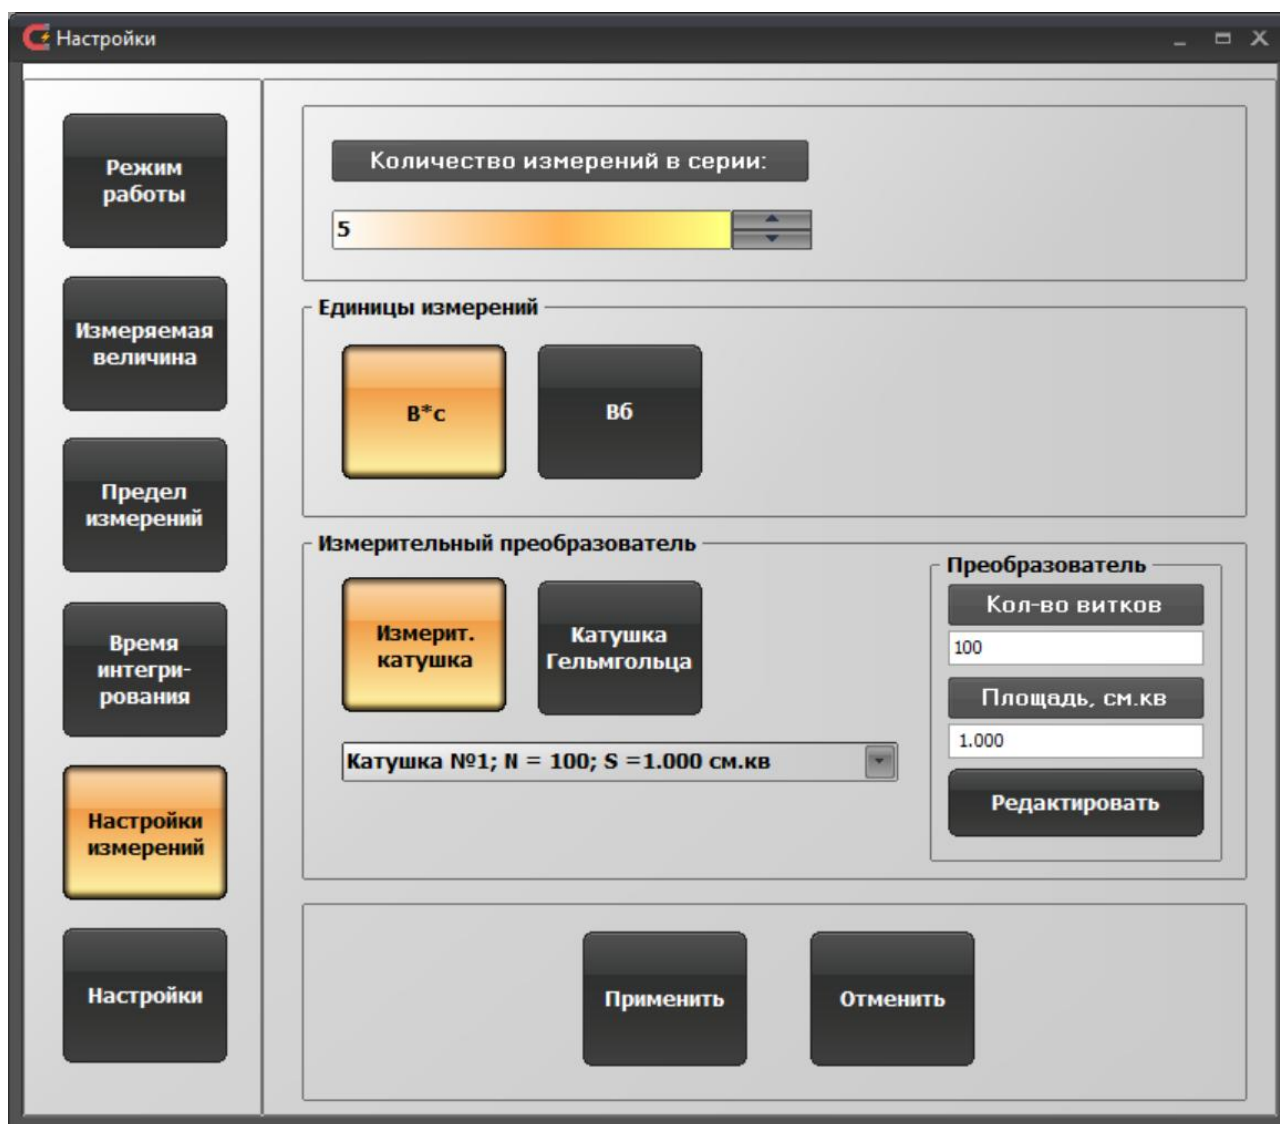

Рисунок 10. Окно настроек программы управления ТПУ-2В в режиме «Веберметр». Группа параметров «Настройки измерений»
5) «Настройки измерений» (рисунок 10). Содержит следующие настройки и параметры: